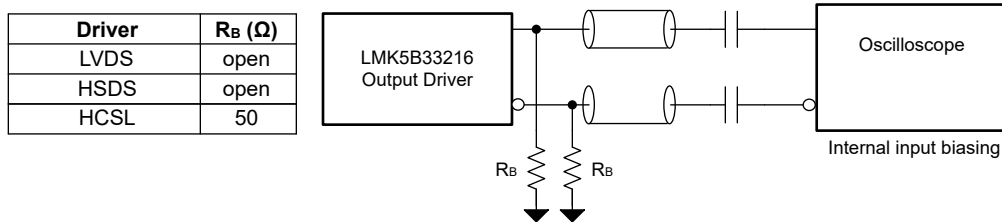

图 3-10. 输出终端建议
1. 确保所有必需的输出都安装了适当的终端元件，以匹配所需的输出类型。图 3-10 显示了针对每种输出格式建议的输出终端。